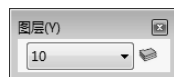

图 11-53 “图层”工具栏
- 01 选择菜单栏中的“视图”→“工具栏”→“图层”命令，系统打开如图 11-53 所示的“图层”工具栏。